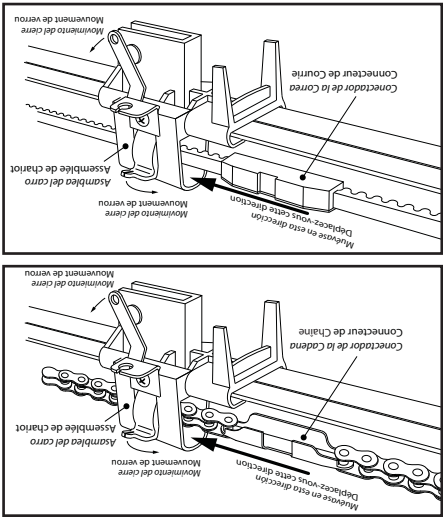

FIG. 6-2 Engrana la cadena al corredizo. Engager la chaîne au chariot.
1. Oprima y sostenga el botón del "límite del recorrido de cerrar" hasta que la cadena avance y engrane en el corredizo (Fig. 6-2).
1. Appuyer sur le bouton de limite de course de fermeture et le maintenir enfoncé jusqu'à ce que la chaîne avance et engage le chariot (Fig. 6-2).